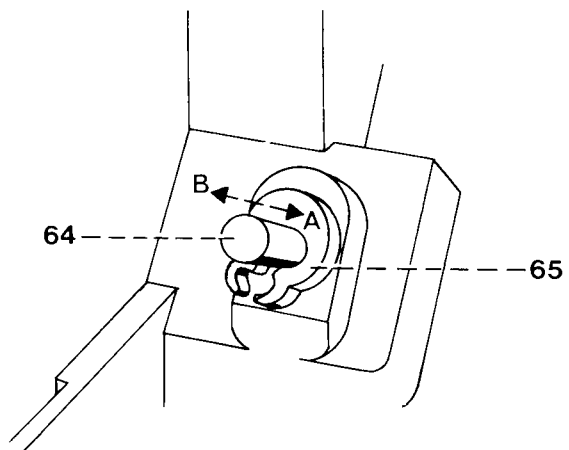

Fig. 21
- Wird die Spule oben mehr aufgespult, dann wird der Klemmring 65 der Vorspannung gelöst und etwas weiter in Richtung A auf den Stift 64 aufgeschoben (siehe Abb. 21).
- If more thread is being wound at the top of the bobbin, loosen retainer 65 of the bobbin winder tension and push it farther down on pin 64 (toward A in Fig. 21).
- If more thread is being wound at the bottom of the bobbin, loosen retainer 65 and push it toward the end of pin 64 (toward B in Fig. 21). The bobbin winder tension is now positioned higher.
- Si le fil s'enroule davantage en haut sur la canette, desserrer la bague de serrage 65 de la tension et la faire descendre un peu plus, en direction de A, sur la broche 64 (voir fig. 21).